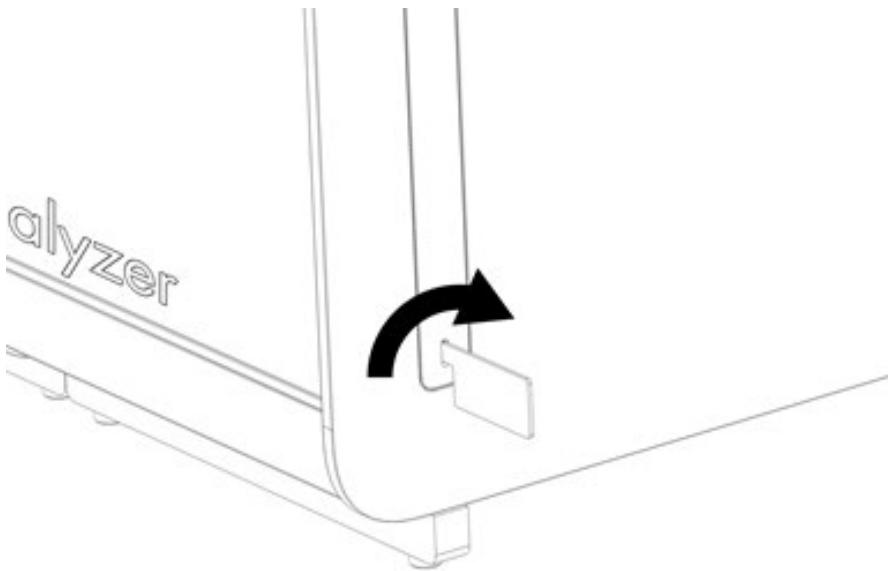

Abbildung 15. Entfernen der Schutzabdeckungen.
3. Entfernen Sie die Schutzabdeckungen mit dem dafür vorgesehenen, im Lieferumfang des QIAstat-Dx Analyzer 2.0 enthaltenen Werkzeug von der Seite des Analysemoduls (Abbildung 15).